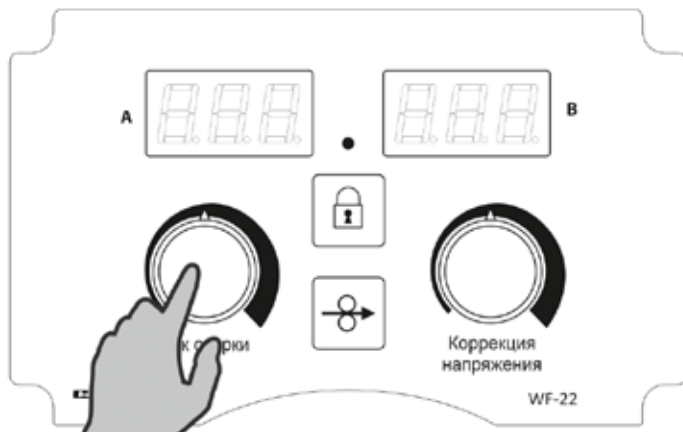

Рис. 8.8.1. Установка силы тока.
1. Установите значение силы сварочного тока (См. рис. 8.8.1). Значение выбирается в зависимости от толщины свариваемого металла и диаметра проволоки. Чем больше сила тока, тем больше скорость подачи сварочной проволоки (См. табл. 7.3.2, поз. 4).